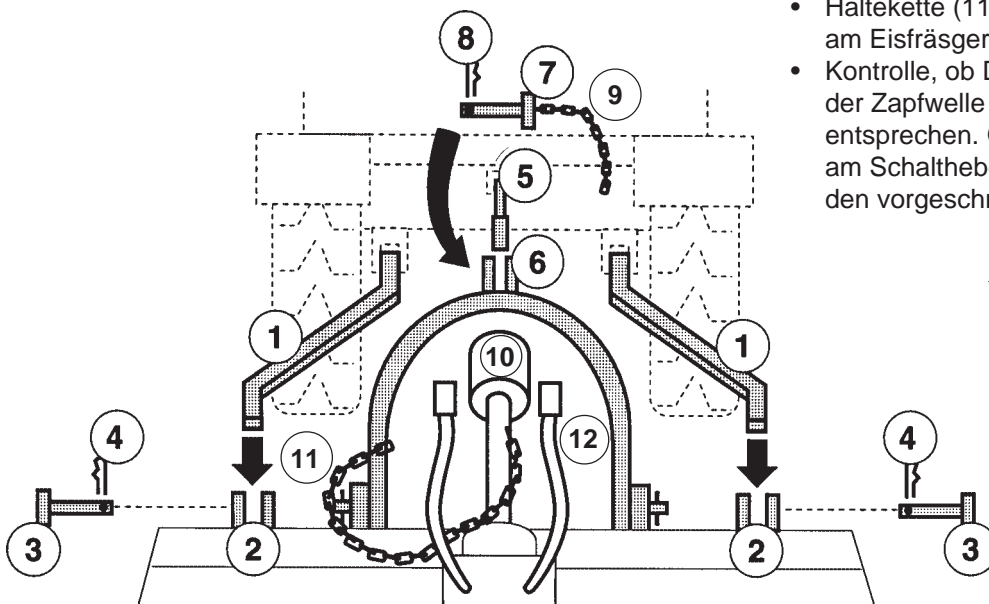
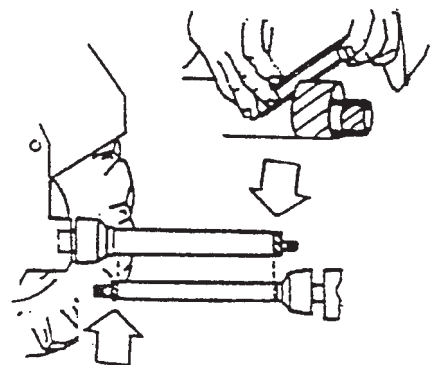

Abb. 1: Trägerfahrzeuganbau
Fig. 13
Nach Durchführung der im vorigen Abschnitt beschriebenen Vorgänge die Gelenkwelle (6) anbauen und kontrollieren, dass das Maß der Überlappung nicht unter $\frac{1}{3}$ des Hubs bei geschlossener Gelenkwelle liegt, indem man auf jeden Fall ein minimales Spiel von 4 cm gewährt (Fig. 1 2). Falls verkürzt werden muß, ist vorzugehen wie in (Fig.13) dargestellt.